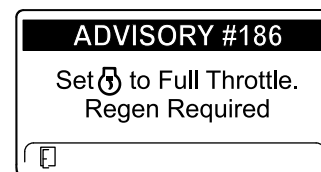

Figure 38
**Remarque:** Si l'InfoCenter affiche ADVISORY #186 (Figure 38), réglez le régime moteur à pleins gaz (ralenti accéléré) pour permettre à la régénération commandée de se poursuivre.